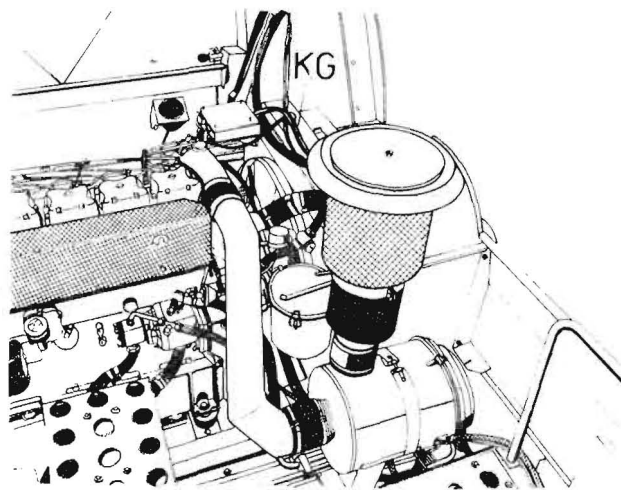

Bild 6/52
Für eine Grobreinigung des Kühlers ist oben am Kühlluftgehäuse (KG) eine durch einen Deckel verschlossene Öffnung vorhanden (Bild 6/52).